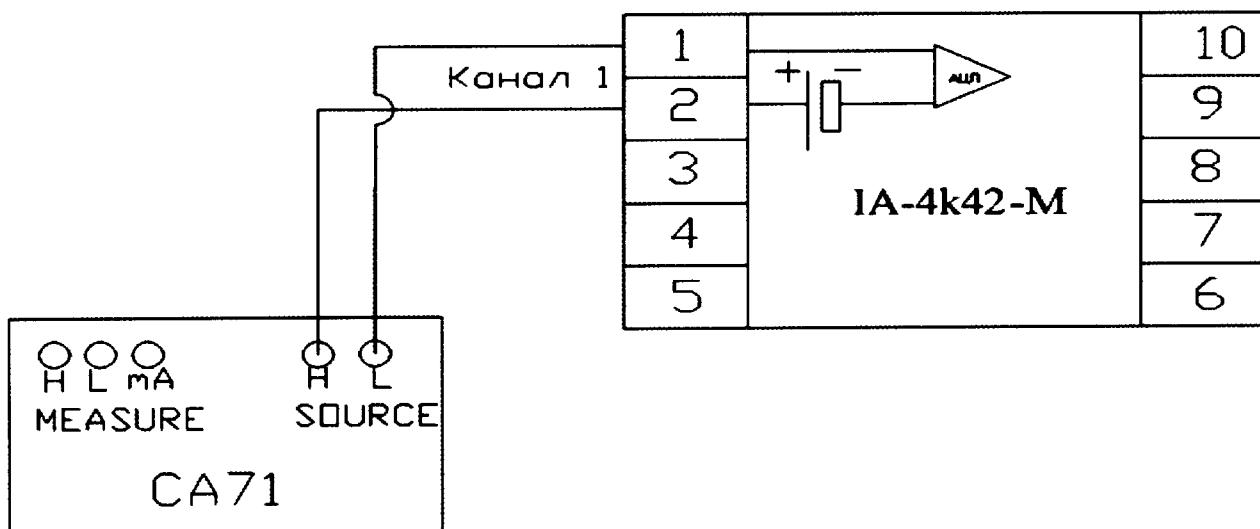

Рисунок 1
7.4.1.2 При загруженной операционной системе и запущенной программе MLP-2 нажатием на кнопку «Модули» перейти в окно «Модули BS-1», выбрать курсором тестируемый модуль (нажав левой кнопкой мыши на название модуля). Подключить на вход канала 1 проверяемого модуля IA-4k42-M универсальный калибратор электрических сигналов CA-71. (см. рисунок 1). Остальные входы модуля должны быть нагружены резисторами 1,2 кОм.